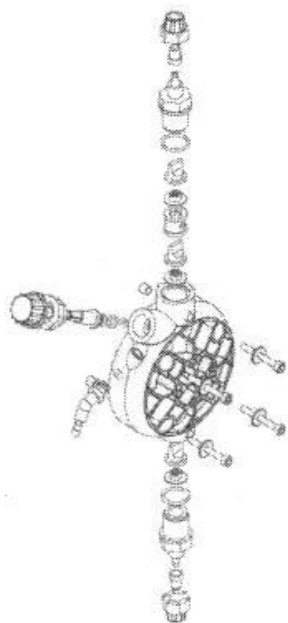

Рис.11
3. *Слейте из головки насоса остатки дозируемой жидкости. Это можно сделать, отсоединив насос от системы и установив его вверх ногами на 15-30 секунд (когда насос отсоединен от линии). Если невозможно выполнить эту операцию, то можно снять, а затем снова установить на место головку насоса, которая крепится с помощью 4 винтов (рис. 11).*
- *концентрации добавки в трубопроводах; уменьшение этой концентрации может быть вызвано износом клапанов, в этом случае клапана следует заменить (рис. 11), или может быть вызвано забиванием фильтра, который следует очистить, как описано ниже в пункте 3 .*
Для того чтобы слить из насоса воду, нужно отсоединить насос от контура, перевернуть его вверх ногами и поддержать в этом положении 15-30 секунд. Если эту операцию выполнить невозможно, снимите с насоса головку (рис. 11), отвернув для этого четыре винта, а затем снова установите ее на место.